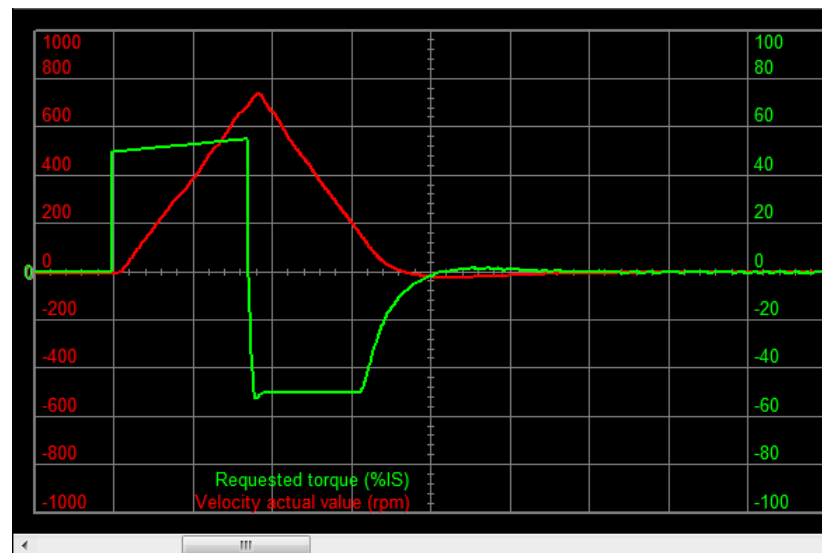

Figura 20.8. Esempio di una stima corretta del momento di inerzia.
- Se la fermata presenta un andamento simile a quello riportato in Figura 20.8, cioè senza oscillazioni, senza rumore e con una sovraelongazione contenuta e subito smorzata, allora la taratura del loop di velocità può dirsi conclusa senza particolari complessità da considerare.